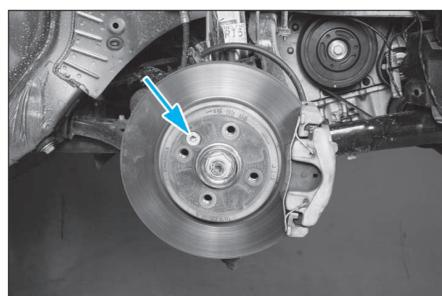

FIG. 11
- la vis de fixation du disque de frein (Fig.11).